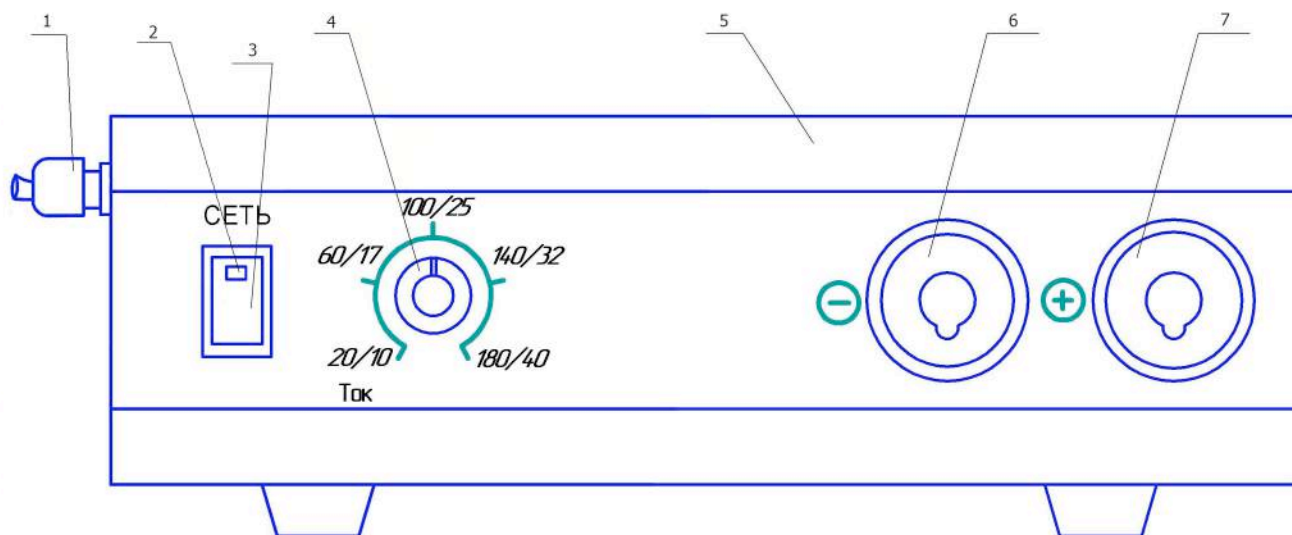

Рисунок 1. «Резонвер-200», расположение органов управления индикации и силовых разъемов.
Если выключатель 5 (рис. 1) включен, выключите его.
Подсоедините вилку сетевого кабеля инвертора (рис.1) к розетке.
Инвертор оснащен быстросъемными разъемами 9, 10 (рис. 1) для подключения сварочных кабелей. Прежде всего, выберите правильную полярность подсоединения для используемого типа электрода, она может быть прямой (плюс «+» на изделии, минус «-» на электроде) или обратной, т.е. наоборот. Для этого используйте информацию, прилагаемую к электроду.
Установите инвертор для работы в режиме ручной электродуговой сварки согласно главы 5 настоящего описания. Выключателем 5 (рис.1) включите инвертор, при этом Вы услышите характерный шум работающего вентилятора.
4. Постоянно следить за чистотой контактов разъемов «3», «4», «9» и «10», (рис. 1)